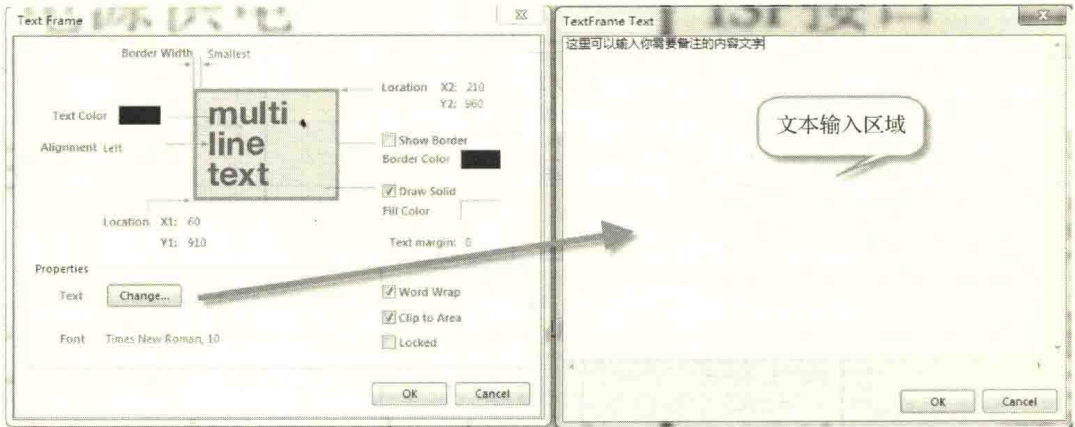

图 4-64 文本框属性设置
(1) 执行菜单命令“Place-Text Frame”（快捷键“PF”），单击需要放置的区域可以完成文本框的放置。
(2) 在放置状态下按“Tab”键，或者放置完成之后双击，可以对文本框属性进行设置，如图 4-64 所示。